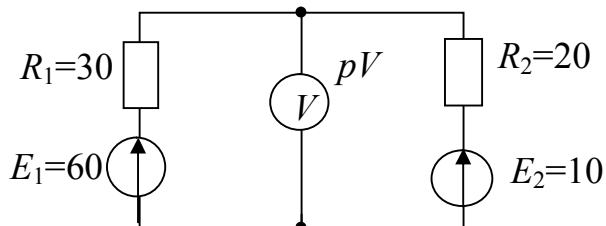

Рис. 2.1
**Задача 2.1.** Определить показания вольтметра  $pV$  (рис.2.1) и указать, в каких режимах работают источники ЭДС ( $R_i$ , Ом,  $E_j$ , В).